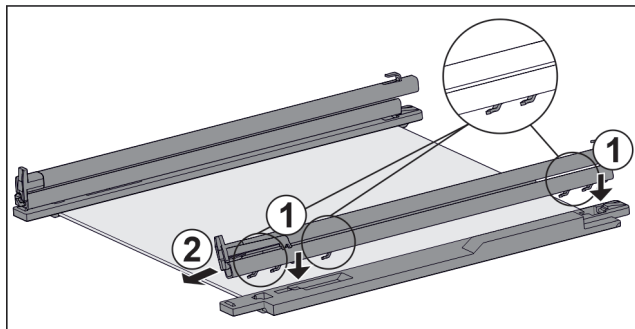

Fig. 133 Ripiano in vetro con guide e fermi
- Inserire il gancio della guida sulle aperture del **gancio** sinistro. Fig. 133 (1)
- Tirare la guida in avanti. Fig. 133 (2)
- Inserire il gancio della guida nelle aperture del **gancio** destro. Fig. 133 (1)